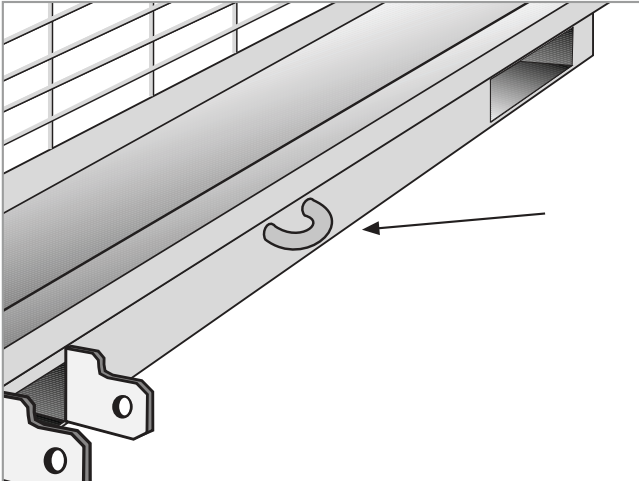
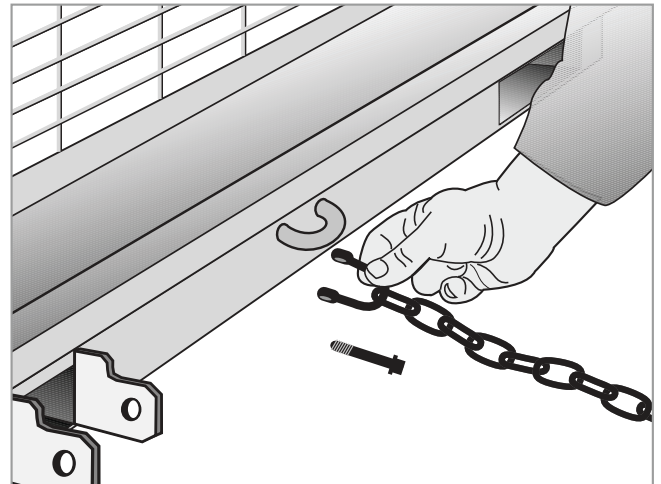

Bild 5.2.7
Bild 5.2.8
- Befestigen Sie die Kette am Ring an der einführbaren Seite des Behälters (**Abb. 5.2.7**) mit Hilfe des Ständers (**Abb. 5.2.8 und 5.2.9**), indem Sie die Schraube fest anziehen; nun können Sie den Behälter einsetzen, um ihn an den Flügeln zu sichern.